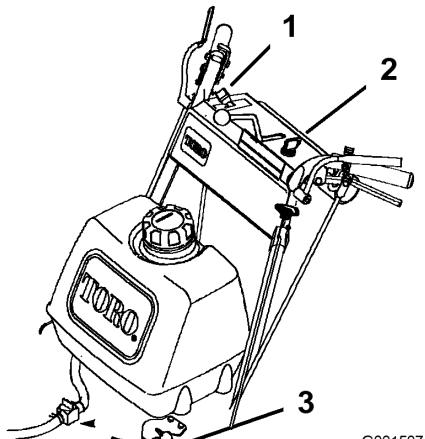

Figure 9
- 11. Repoussez le starter quand le moteur est chaud (Figure 9).
1. Placez la manette d'accélérateur en position bas régime (Figure 9).